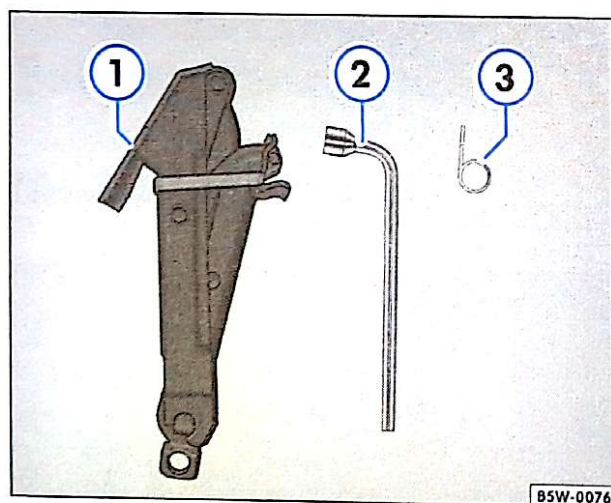

Fig. 119 Componentes da caixa de ferramentas de bordo
- Retire o gancho da caixa de ferramentas de bordo ⇒ Página 186, fig. 119 ③.